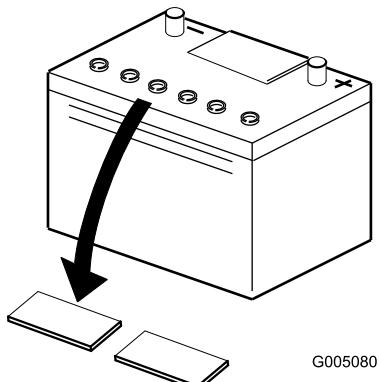

Figura 3
- Limpe a parte superior da bateria e retire as protecções das aberturas de ventilação (Figura 3).